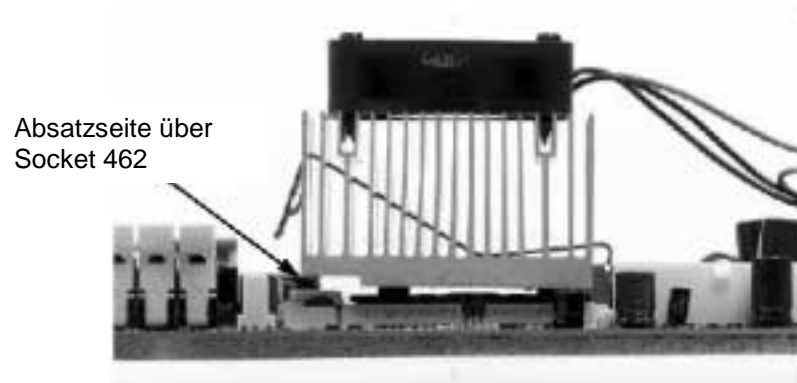

Abbildung 13: Teilweise befestigter Kühlkörper sitzt auf den Gummikissen
8. Abbildung 8 zeigt die Unterseite des kleinsten Kühlkörpers von der vorhergehenden Seite. Die Unterseite dieses Kühlkörpers ist glatt. Seine Lage auf dem Prozessor wird durch den asymmetrischen Haltebügel bestimmt, mit dem der Kühlkörper am Prozessor befestigt wird. (Abbildung 13 zeigt ein Beispiel für einen solchen Bügel.)
13. Abbildung 13 zeigt eine Seitenansicht des Kühlkörpers. Der Haltebügel ist an der mittleren Zunge unten am Sockel befestigt. Sie sehen, daß der Kühlkörper auf den Gummikissen und nicht auf dem Prozessor selbst sitzt. Wenn der Haltebügel eingerastet wird, werden die Gummikissen zusammengedrückt, und der Kühlkörper berührt die Oberfläche des Prozessorchips.
Hinweis: In Abbildung 13 sehen Sie, daß das Ende des Bügels über dem oberen Teil des Sockels (dem Teil mit der Beschriftung "Socket 462") viel länger ist als das andere Ende. Der Bügel ist asymmetrisch geformt, damit der Druckpunkt direkt auf dem Prozessorchip liegt. Im Bild scheint es zwar, daß der Bügel zu sehr einseitig sitzt, sobald aber die andere Seite befestigt worden ist, liegt der Kontaktpunkt des Bügels mittig auf dem Prozessorchip.